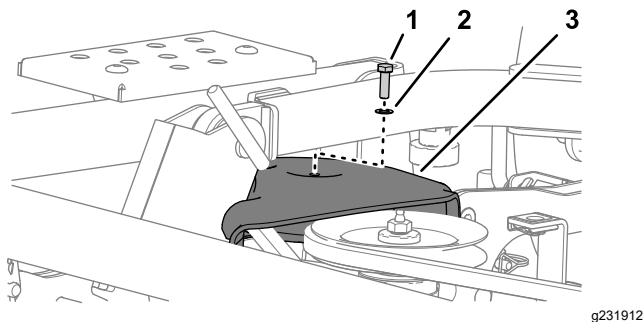

図 117
2. プーリカバーを刈り込みデッキに固定しているボルトとワッシャを外す 図 117。
1. プーリカバーを、一番右側のプーリに合わせる 図 117 プーリカバーの取り外し \(ページ 78\)を参照。